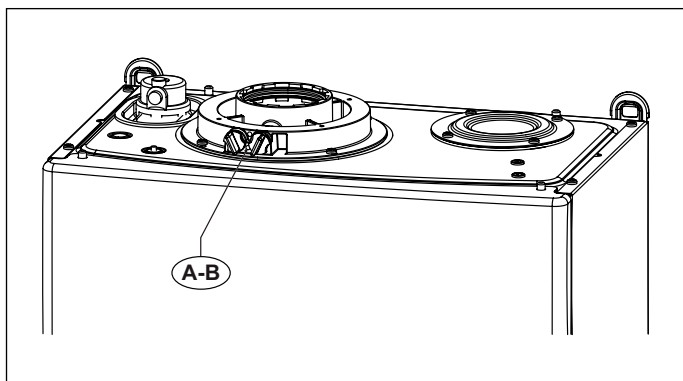
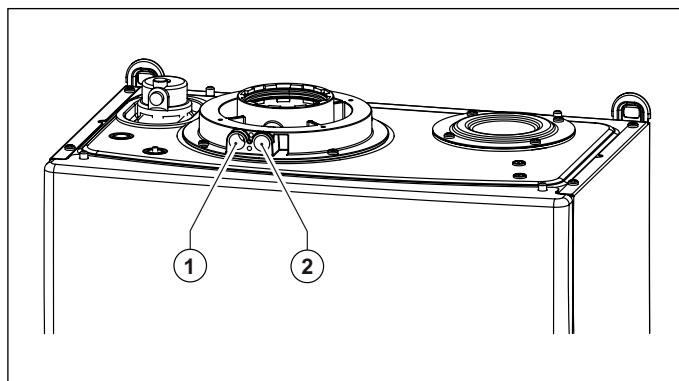

Рис. 15 Положення заглушок
Рис. 16 Положення отворів
На котлі є патрубок для підключення до системи забору повітря/димовідведення (дивись Рис. 15 Положення заглушок та Рис. 16 Положення отворів).
В патрубку передбачено два отвори для прямого доступу до повітря, що йде на згоряння, та до димових газів (дивись Рис. 16 Положення отворів).
Для проведення вимірів необхідно зняти заглушки **A** та **B** з отворів на патрубку (дивись Рис. 15 Положення заглушок).
- замір температури повітря що йде на горіння **1** (дивись Рис. 16 Положення отворів).
- замір температури димових газів та вмісту CO2 в спеціальному отворі **2** (дивись Рис. 16 Положення отворів).